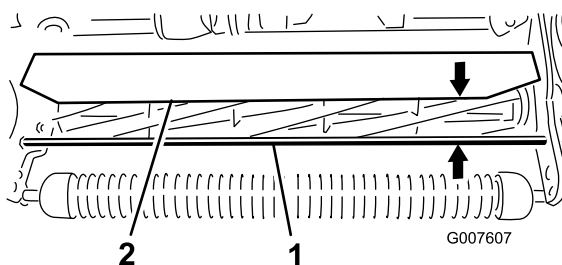

Figura 51
1. Misurate la distanza tra la parte superiore dell'asta di supporto e il bordo anteriore del deflettore su ogni estremità dell'apparato di taglio (Figura 51).